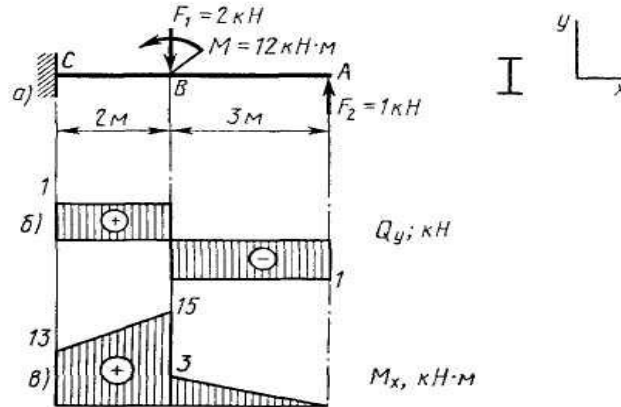

Рис. 1
Решение. 1. Делим балку на участки по характерным сечениям A, B, C (рис. 1, a).
2. Определяем значения поперечной силы Q_y в характерных сечениях и строим эпюру (рис. 1, b):
3. Определяем значения изгибающего момента M_x в характерных сечениях и строим эпюру (рис. 1, b):
4. Исходя из эпюры M_x (рис. 1, b)